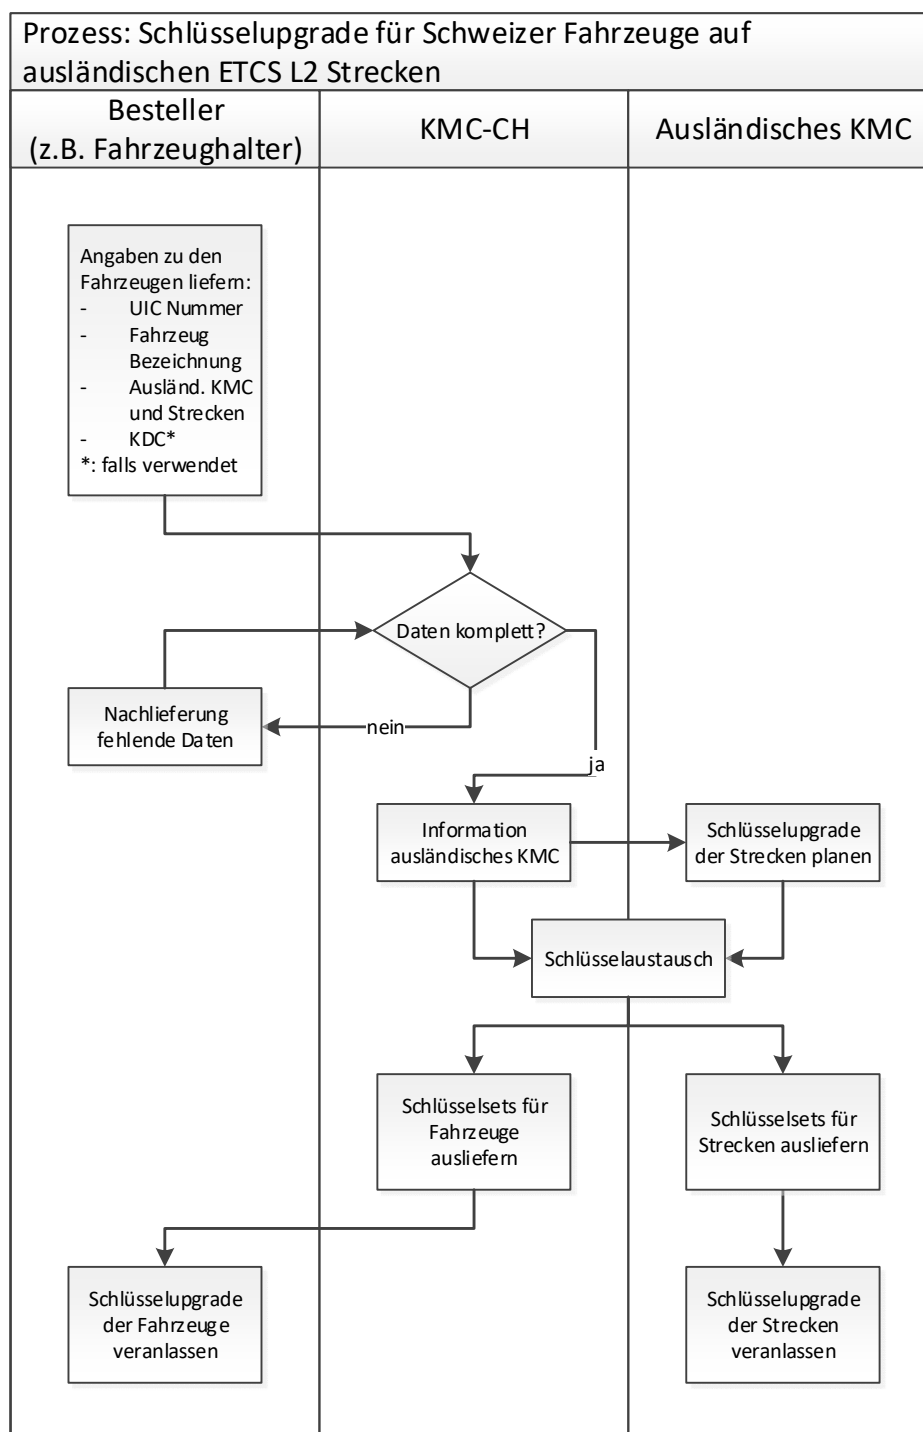

Abbildung 2: Schweizer Fahrzeuge auf ausländischen Strecken
4.1.1.2 Abbildung 2 zeigt den Schlüsselupgrade Prozess in diesem Fall: